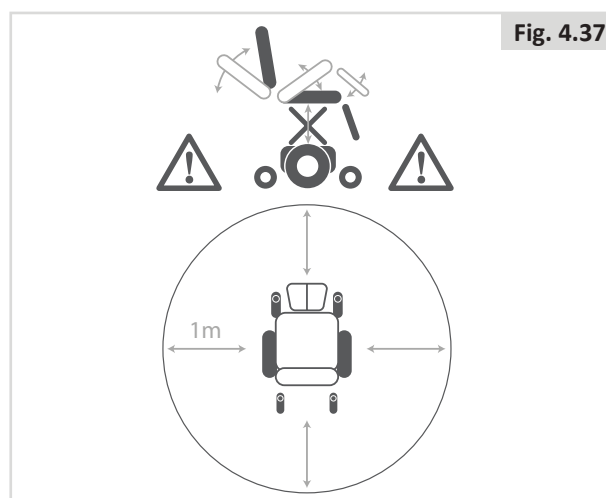

Fig. 4.37
- Comme avec tout organe mobile, veillez à ne pas vous pincer les doigts, (Fig. 4.37).